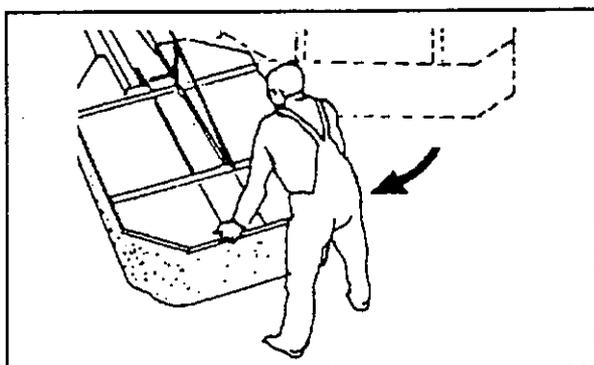

Bild 4-32
6. Mähwerk außen fassen und zurückschwenken (Bild 4-32), bis .....